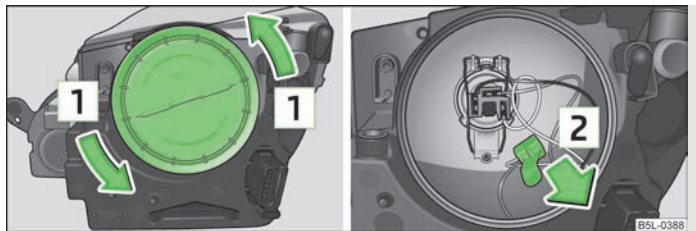

Fig. 170 Retirar la tapa de goma/Desmontaje del portalámparas para la luz de posición (faro halógeno)
- Girar la tapa protectora en dirección de la flecha **ABRIR** » fig. 170 y retirarla.
- Sacar el portalámparas en la dirección de la flecha » fig. 170.